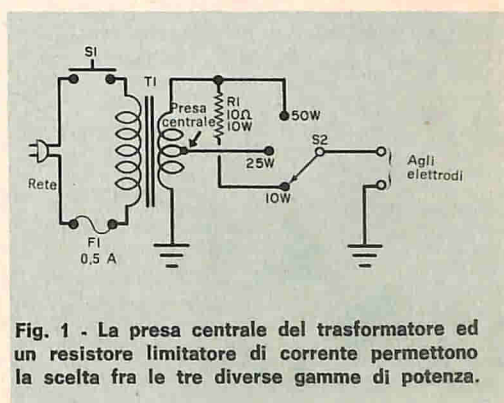

Fig. 1 - La presa centrale del trasformatore ed un resistore limitatore di corrente permettono la scelta fra le tre diverse gamme di potenza.
**L'alimentatore.** Lo schema di un economico saldatore a resistenza è riportato nella *fig. 1*; esso consiste semplicemente in una sorgente c.a. a bassa tensione che fornisce l'alta corrente necessaria per la saldatura a resistenza. T1 è un trasformatore per filamenti da 10 V - 5 A con presa centrale, in grado di fornire le potenze indicate vicino ai contatti di S2. Le portate 50 W e 25 W sono prelevate direttamente dai terminali superiore e centrale mentre la portata 10 W è ottenuta inserendo un resistore limitatore di corrente (R1) in serie al terminale da 10 V.
Collegate insieme i componenti come indicato nella *fig. 1*, facendo attenzione ad isolare bene da massa i terminali primari di T1. Gli unici punti da collegare a massa sono nel circuito secondario a bassa tensione.
Il fonoallarme che descriviamo, il cui schema è riportato nella *fig. 1*, è un dispositivo elettronico relativamente semplice che non si collega direttamente al telefono, ma funziona per induzione. Quando il telefono suona, aziona un campanello od un cicalino distante od una normale lampadina in concordanza con il suono del telefono. Mediante un commutatore, l'allarme può essere disposto in modo che il circuito esterno rimanga eccitato anche dopo che il telefono ha cessato di suonare. Per spegnere il dispositivo quando funziona in tal modo, viene usato un commutatore manuale esterno di rimessa. **Costruzione** - Il fonoallarme si costruisce in un vassoio non metallico, largo appena quanto basta perché il telefono possa es-
Fig. 1 - La bobina d'accoppiamento telefonica L1 capta il campo magnetico della suoneria del telefono. La corrente che si genera nella bobina viene amplificata dal transistor e usata per eccitare il raddrizzatore controllato al silicio, il quale a sua volta, applica tensione alla lampadina spia ed al circuito esterno inserito nella presa SO1.